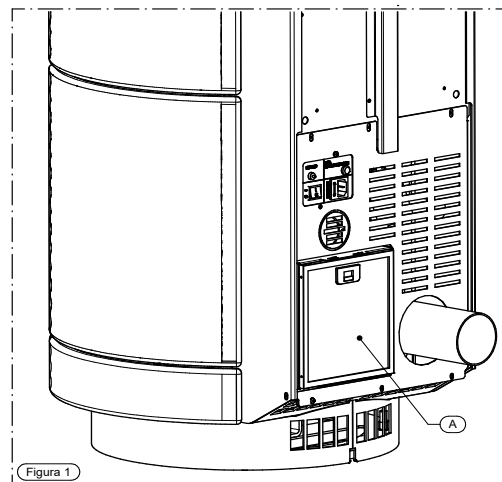

Figura 1
Es un práctico dispositivo que evita la puesta en circulación del polvo que hay siempre en los ambientes domésticos. El filtro (indicado con la letra A en la imagen al lado) está en la parte trasera del equipo (véase la figura 1 al lado). Una frecuente limpieza permite disponer de más aire caliente durante el funcionamiento (el filtro debe limpiarse con agua fría y secarse cada 5 días).
Es posible canalizar el aire caliente por delante o por detrás del equipo, accionando las dos palancas indicadas en las figuras 1 y 2; para canalizar total o parcialmente el aire a través del tubo posterior derecho, accionar la palanca A (figura 1); para canalizar total o parcialmente el aire a través del tubo posterior izquierdo, accionar la palanca B (figura 2).
---> para el termostato ambiente adicional, conecte directamente los bornes 7-8 del tablero de bornes CN7 en la tarjeta, procediendo tal como se muestra en la figura 1.
---> para el cronotermostato-módem adicional, conecte directamente los bornes 9-10 del tablero de bornes CN7 en la tarjeta, procediendo tal como se muestra en la figura 1.
Es posible instalar un termostato ambiente adicional, conectándolo a la tarjeta tal como se muestra en la figura 1. El principio de funcionamiento es el siguiente:
En alternativa al termostato ambiente, es posible instalar un cronotermostato, conectándolo a la tarjeta tal como se muestra en la figura 1. Utilizando esta salida, al cerrarse el contacto del cronotermostato, inicia el ciclo de START; por el contrario, cuando se abre este mismo contacto, inicia el ciclo de OFF. El régimen de funcionamiento en el momento del encendido (potencia de combustión y velocidad de ventilación) es el mismo utilizado antes del último apagado del equipo.
**CADA 3 DÍAS** levante y deje caer algunas veces las varillas limpiatubos (figura 1); para acceder a las varillas limpiatubos, es necesario extraer primero la tapa del depósito.